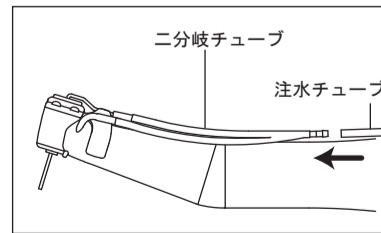

図 5
- 2) 二分岐注水チューブに注水チューブを奥までしっかり挿し込みます。（図5）